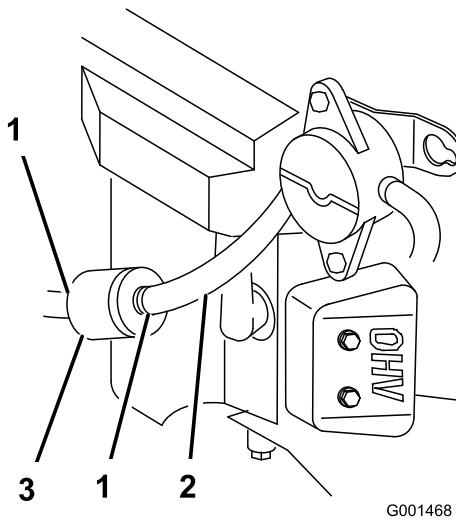

Figura 34
5. Cierre la válvula de cierre de combustible (Figura 34).
3. Cierre la válvula de cierre de combustible (Figura 34).
4. Afloje la abrazadera cerca del filtro de combustible y deslícela por el tubo, alejándola del filtro de combustible (Figura 34).
5. Desconecte el tubo de combustible del filtro de combustible (Figura 34).
Nota: Deje fluir la gasolina a una lata u otro recipiente apropiado (Figura 34).
7. Instale el tubo de combustible en el filtro de combustible. Acerque la abrazadera al filtro de combustible para fijar el tubo de combustible (Figura 34).